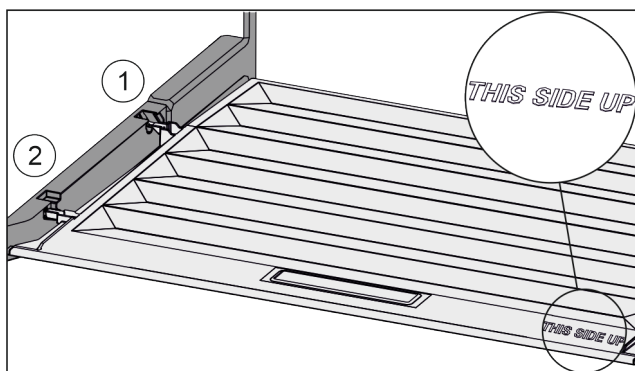

Fig. 125
- ▶ Ramiona pokrywy wprowadzić ponad otworem tylnego uchwytu Fig. 125 (1) i zażebić z przodu w uchwycie Fig. 125 (2).